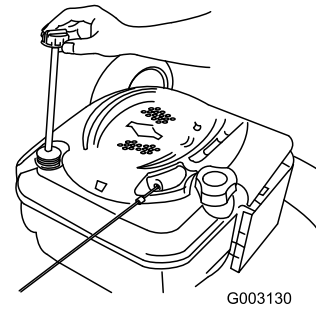

Figura 41
2. Retire la varilla (Figura 41).